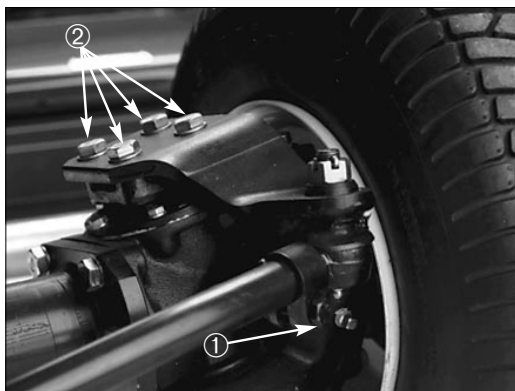

Bild 6
2. Entfernen Sie je eine Verschlussschraube aus den Enden der Achse und stellen Sie sicher, daß der Ölstand die Unterseite der Löcher erreicht. Bei niedrigem Ölstand entfernen Sie eine Befestigungsschraube über den jeweiligen Verschlussschrauben und füllen genug Öl nach, um den Füllstand bis zur Unterseite der Löcher anzuheben (Bild 6).